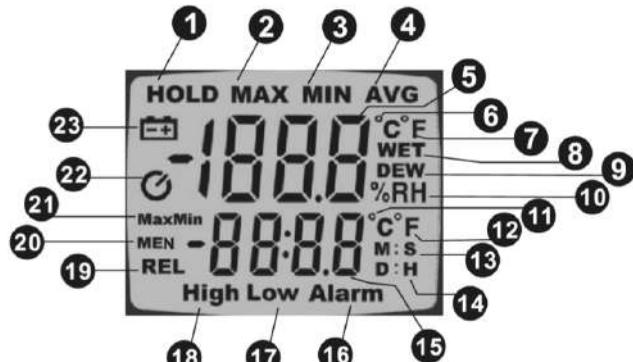

Рис.1
## ОПИСАНИЕ ДИСПЛЕЯ (Рис.1)
- При включении прибора клавишей  активируется функция энергосбережения, выключающая устройство после 5-ти минут бездействия. На дисплее при этом будет отображен соответствующий индикатор (см. п.22, Рис.1).
- При нахождении прибора во включенном состоянии, нажмите одновременно клавиши  и  . Функция энергосбережения будет деактивирована и прибор не будет сам отключаться, пока пользователь не выключит его клавишей  . На дисплее при этом исчезнет соответствующий индикатор (см. п.22, Рис.1). При следующем включении прибора функция энергосбережения будет снова активна.
1. В режиме обычных измерений нажмите однократно клавишу  для переключения по кругу измеряемых показателей (результаты измерений будут отображаться на дисплее на месте основных показаний (см. п.5, Рис.1)):
2. Температура сухого термометра в режиме обычных измерений всегда отображается в нижней части дисплея (см. п.15, Рис.1).
1. В режиме обычных измерений нажмите и удерживайте в течении 1-й секунды клавишу  . Прибор перейдет в режим вычисления максимального, минимального и среднего значений из серии измерений. На дисплее будет отображен индикатор MinMax. В нижней части дисплея (см. п.15, Рис.1) будет отображаться время проведения серии измерений.
значением, полученным до нажатия на клавишу  . На дисплее при этом будет отображен соответствующий индикатор REL. В нижней части дисплея (см. п.15, Рис.1) будет отображена относительная температура сухого термометра.
На месте основных показаний (см. п.5, Рис.1) будет отображаться относительное значение измеряемого показателя,